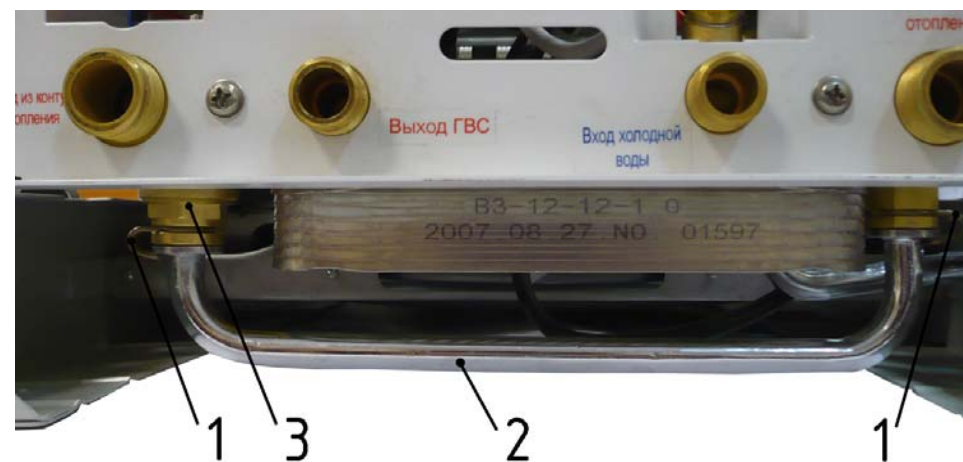

Рис. 15. Демонтаж клапана байпаса
- ✓ извлечь две скобы крепления трубы байпаса 1 (см. Рис. 15), снять трубу байпаса 2;
- ✓ ключом на 25 вывернуть штуцер клапана байпаса 3 (см. Рис. 15) и вынуть клапан байпаса (см. Приложение III, стр. 45);